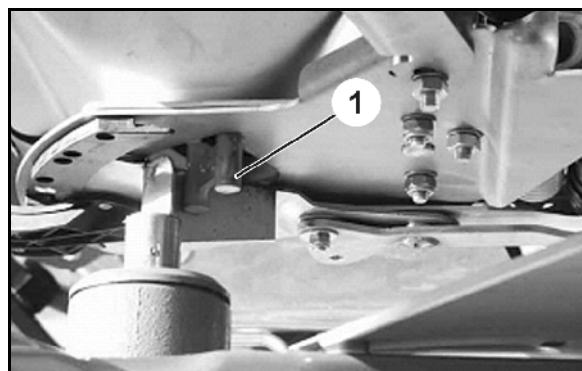

Рис. 80
6. Через освободившееся поперечное сечение пропускного отверстия должен легко проходить регулировочный щуп (Рис. 80/1) (опция, номер для заказа: 915018).